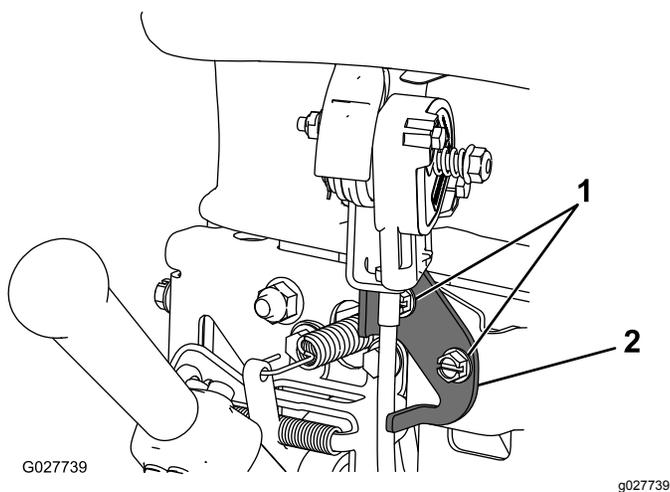

Рисунок 28
2. Ослабьте два крепежных элемента рычага дроссельной заслонки (Рисунок 28).